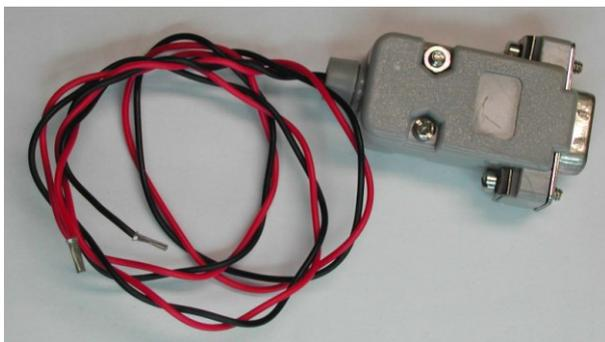

Abb. 12: Verbindungskabel
- Für das Verbindungskabel zwischen Morsesummer und Rechner reicht eine verdrehte Zweidrahtleitung mit unterschiedlichen Aderfarben. Summerseitig empfehlen sich Aderendhülsen, auf der Rechnerseite ist eine neunpolige Sub-D-Buchse anzuschließen. Der Minuspol des Summers (Klemme 3) kommt an den Buchsenkontakt #5 (Ground), der geschaltete Pluspol (Klemme 1) an den Kontakt #6 (DSR). Abb. 12 zeigt ein rasch angefertigtes Kabel. Viele moderne Rechner haben keine serielle Schnittstelle mehr. In diesem Fall hilft ein Seriell-USB-Wandler, dessen Treiber einen virtuellen COM-Port erzeugt.